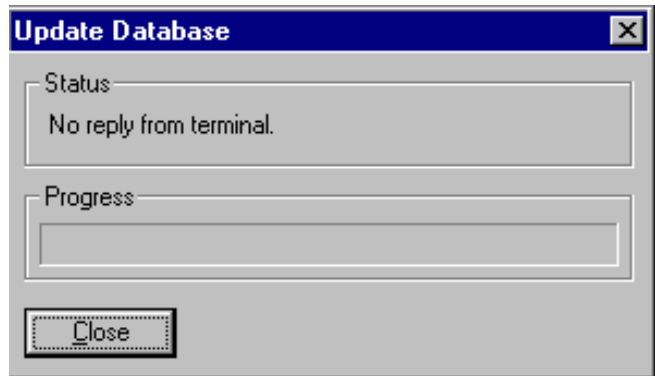

Fig. 13.59
-  En cas de défaut de connexion (Fig. 13.59), consulter les instructions à la page 13-3.